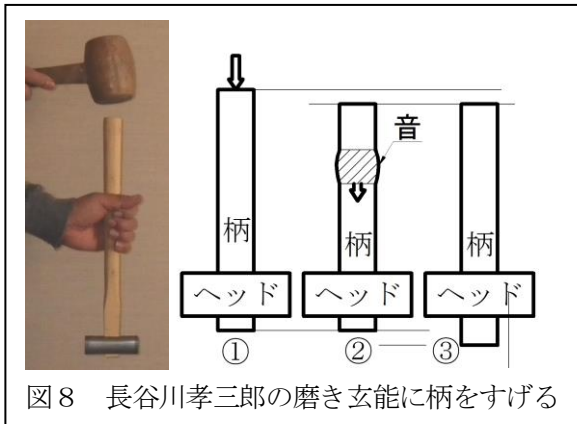

図8 長谷川孝三郎の磨き玄能に柄をすげる
日頃同様の現象でお世話に成っているのは、ハンマー、玄能や金槌の柄の挿げ替えだろう。図8の写真の様に頭を下に向け、上から木槌で叩くのが原則だ。右図の様に叩かれた時柄が歪み、その歪波（音）が下に進行し、進む。頭は重いので慣性力で殆ど移動しない。頭と柄の間の粘着力があるが、音は関係なく通過する。③で